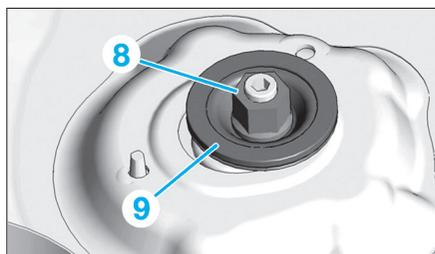

Fig. 5
- Déposer l'écrou (8) et la coupelle (9) (Fig.5).